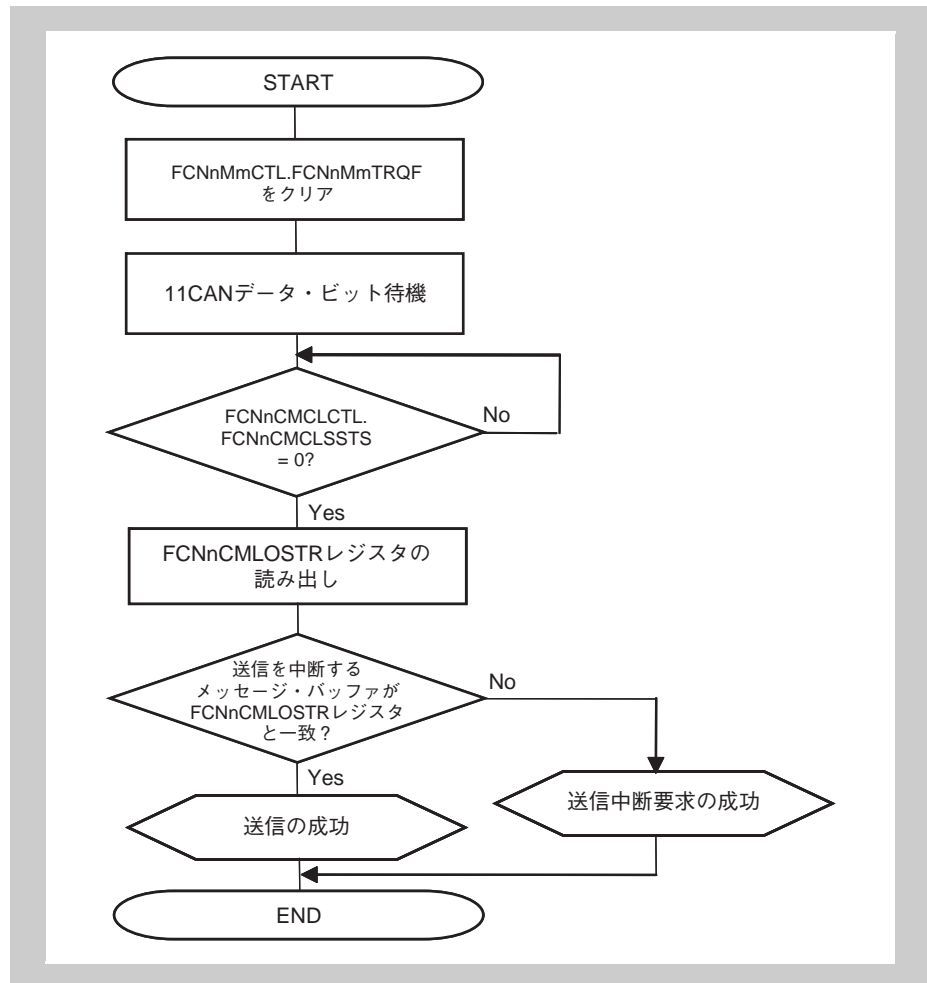
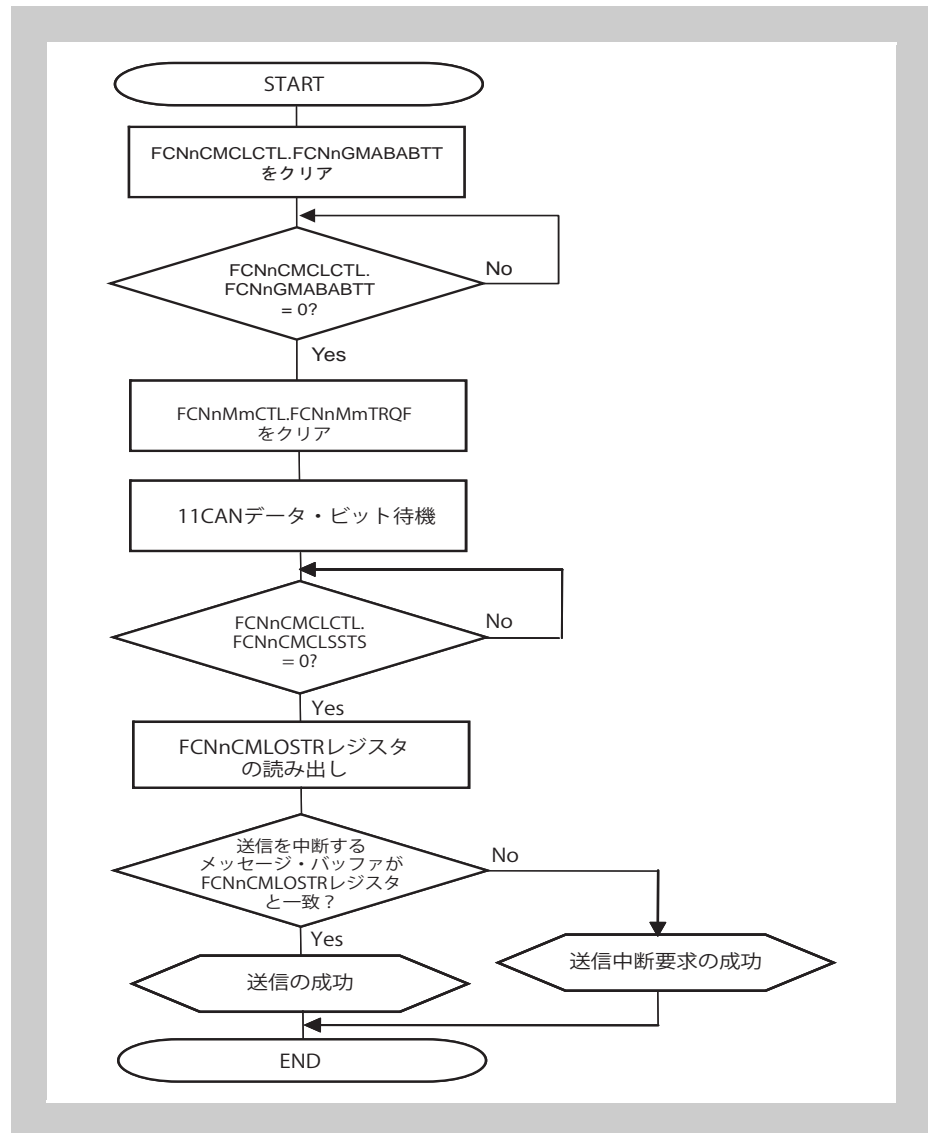

図 17-25 送信中断処理 (ABT 付き通常動作モードの実行中を除く)
図 17-26 ABT 送信以外の送信中断処理 (ABT 付き通常動作モードの実行中)
- 動作モード中に図 17-25 「送信中断処理 (ABT 付き通常動作モードの実行中を除く)」に従った全ての送信要求クリア後の初期化モード状態時 (ABT 付き通常動作モード中は図 17-26 「ABT 送信以外の送信中断処理 (ABT 付き通常動作モードの実行中)」に従って全ての送信要求をクリアしてください。)
2. FCN スリープ・モード / FCN ストップ・モードへの移行要求は、図 17-27 「ABT 送信要求中断処理 (ABT 付き通常動作モードの実行中) (1)」または、図 17-28 「ABT 送信要求中断処理 (ABT 付き通常動作モードの実行中) (2)」の手順に従って FCNnGMABCTL.FCNnGMABABTT をクリアしたあと (ABT モードを中断したあと) で発行してください。ABT 領域以外の領域で送信要求をクリアする場合は、図 17-25 「送信中断処理 (ABT 付き通常動作モードの実行中を除く)」の手順に従ってください。